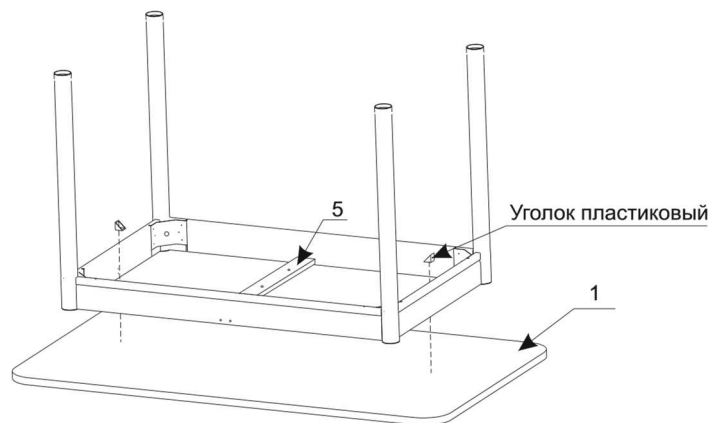

Рисунок 4.
4. Положить столешницу (1) на ровную поверхность наружной стороной вниз. Сверху разместить каркас, отступив одинаковые расстояния от края столешницы, закрепить столешницу к царговому поясу с помощью пластиковых уголков, саморезов 4x16 и фигурной отвертки (отвертка в комплект не входит). Прикрутить столешницу к планке для вставки (5) саморезами 3.5x35 (рис. 4).